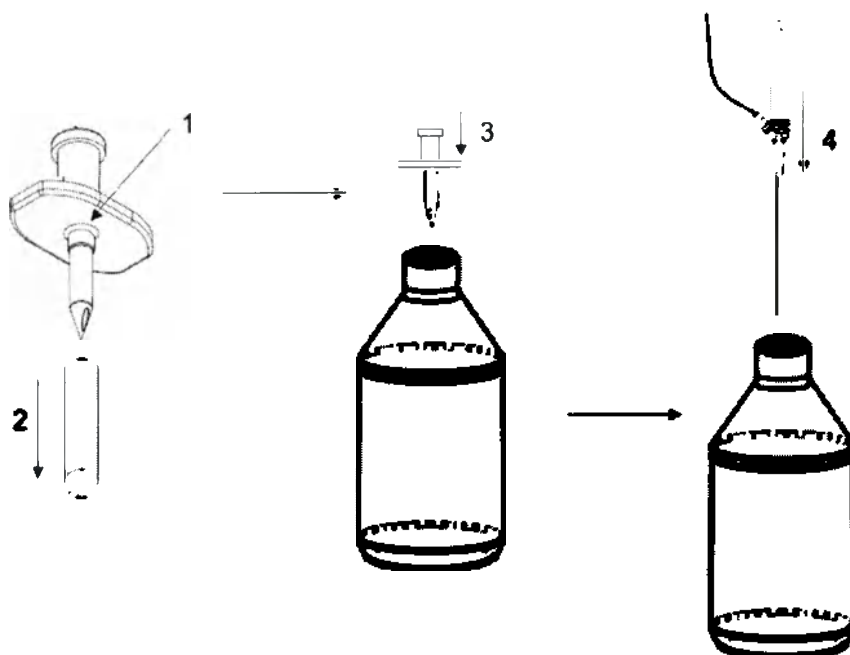

рис. 4.5. Инструкции по настройке AFI.
- n. Проколите флакон со сбалансированным солевым раствором и повесьте его на автоматизированный кронштейн для бутыли или устройство для подвешивания флаконов на нулевом уровне, если используется AFI. Сдавливайте и отпускайте капельную камеру до тех пор, пока она не заполнится раствором наполовину. (При настройке AFI воспользуйтесь предусмотренным штырем для прокалывания резиновой пробки бутыли, прежде чем вставлять металлическую канюлю во флакон.) (Дежурная медсестра) См. рис. 4.5.